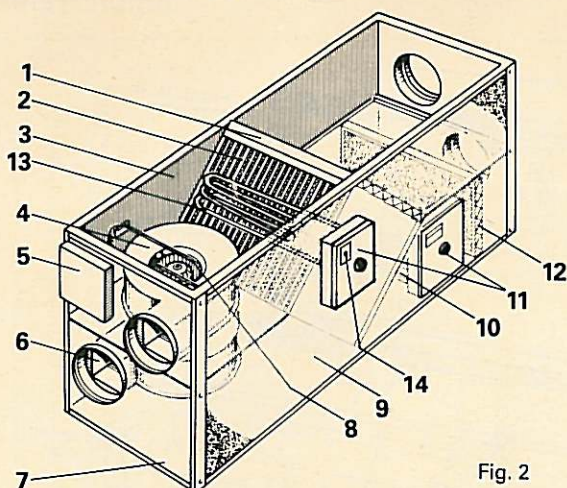

Fig. 2
Aggregatets huvuddelar framgår av fig. 2.
Då manöverenhet RDAZ-31 (som har inbyggd reglerutrustning) ansluts till aggregatet skall termostaten (pos. 14, fig. 2) ställas i max.läge.